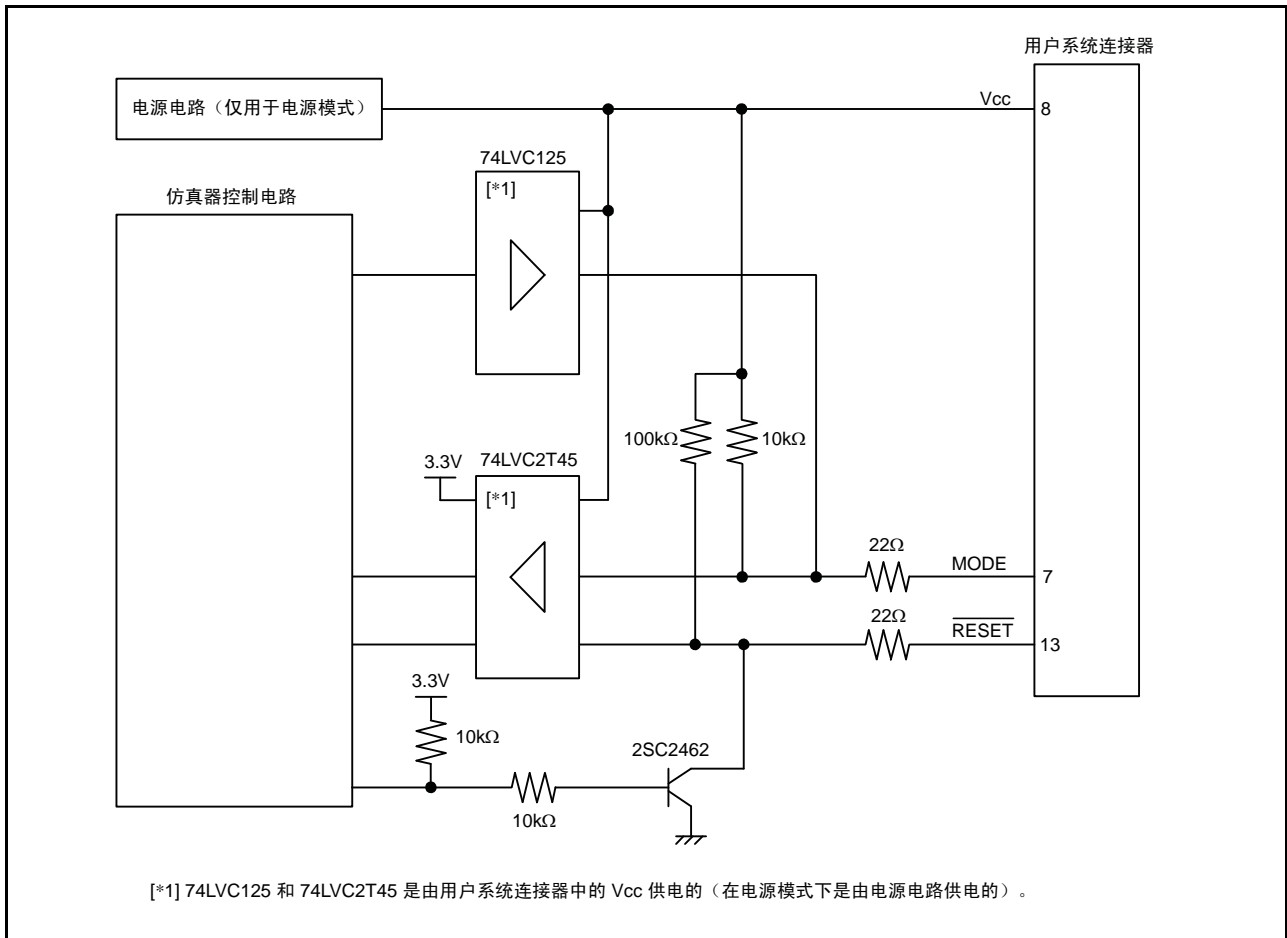

图 5.4 E8a 仿真器内部的接口电路 (仅供参考)
7. 图5.4 显示了 E8a 仿真器中的接口电路。请参考此图来确定上拉电阻值。